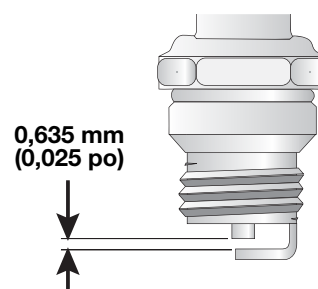

Fig. 38
4. Remplacez toute bougie fendillée, encrassée ou sale. Réglez l'écartement à 0,635 mm (0,025 po) à l'aide d'une jauge d'épaisseur (Fig. 38).